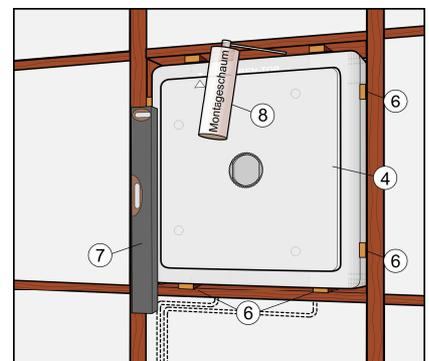

Abb. 5
**Achtung!** Der Mauerkasten muss sorgfältig eingesetzt werden. Ein Ausrichten des Gerätes nach der Montage des Mauerkastens ist nicht mehr möglich. Den Hohlraum zwischen Mauerkasten und Wanddurchbruch mit Bauschaum (8) oder anderen geeigneten Isolationsmaterialien umlaufend und durchgängig ausschäumen und befestigen. (Abb. 5)